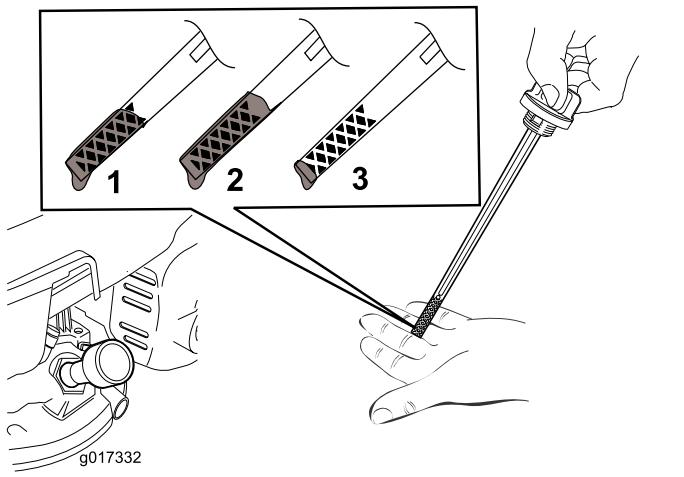

Bild 38
- Prüfen Sie den Ölstand am Peilstab (Bild 38).